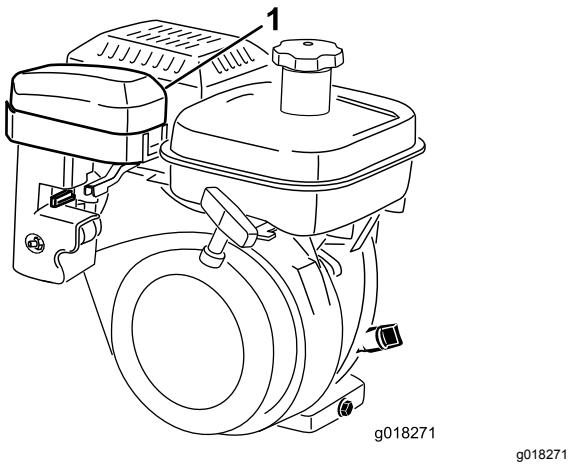
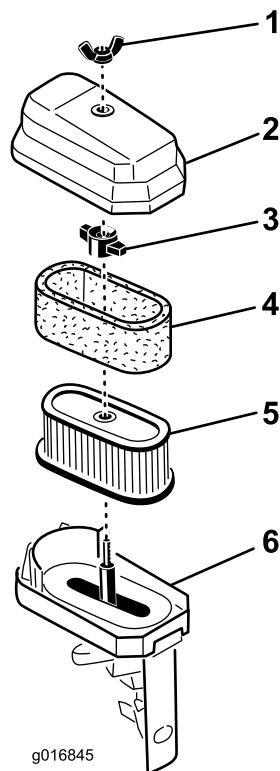

Figura 36
Figura 37
2. Retire la tuerca de orejeta que sujeta la tapa del limpiador de aire al limpiador de aire, y retire la tapa. Limpie la tapa a fondo (Figura 36 y Figura 37).
3. Si el elemento de gomaespuma está sucio, sepárelo del elemento de papel (Figura 37). Límpielo a fondo.